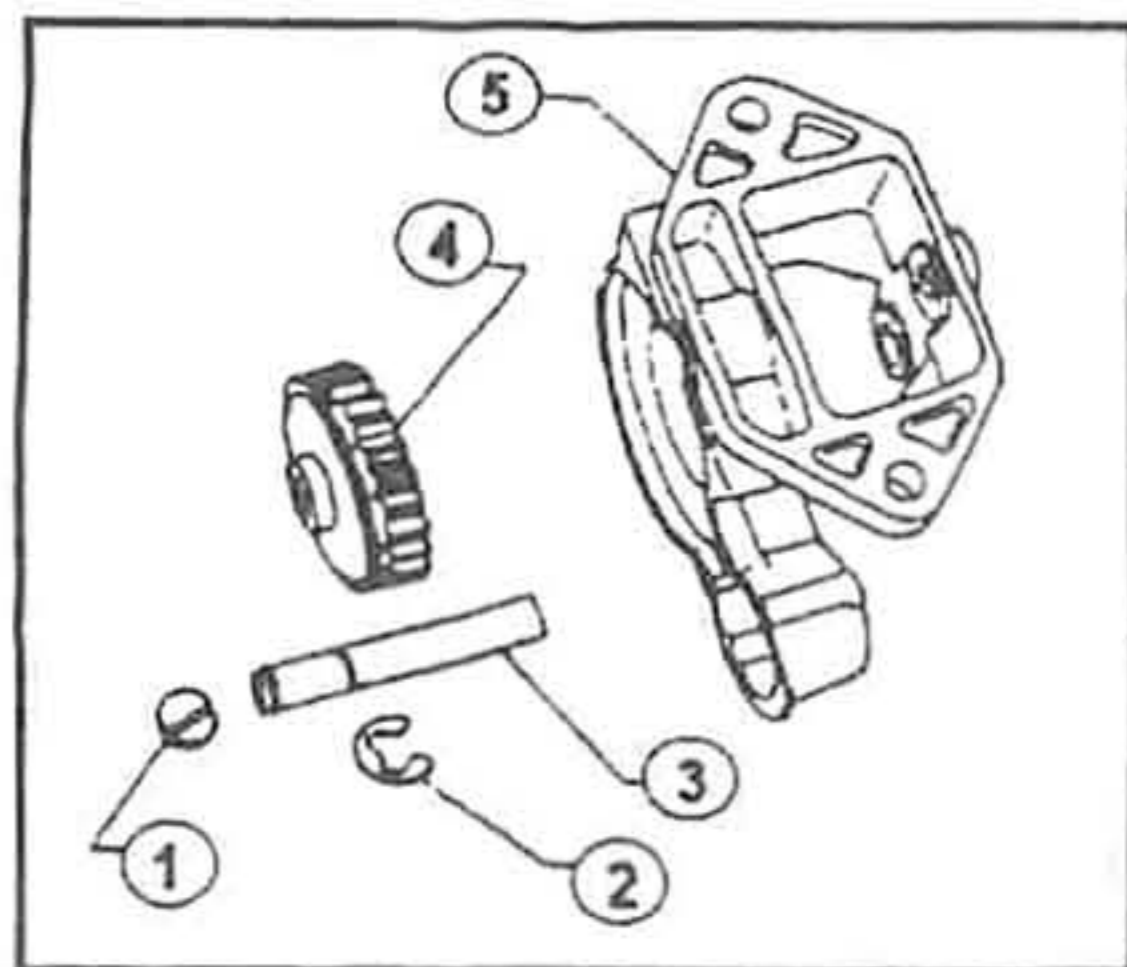

Рис. 719. 1. Пылезащитная крышка. 2. Пружинное упорное кольцо. 3. Вал промежуточной шестерни. 4. Промежуточная шестерня. 5. Передняя крышка.
ную крышку (1), пружинное упорное кольцо (2) и, придерживая промежуточную шестерню (4), выдавите вал промежуточной шестерни (3) из корпуса (5) (рис. 719).